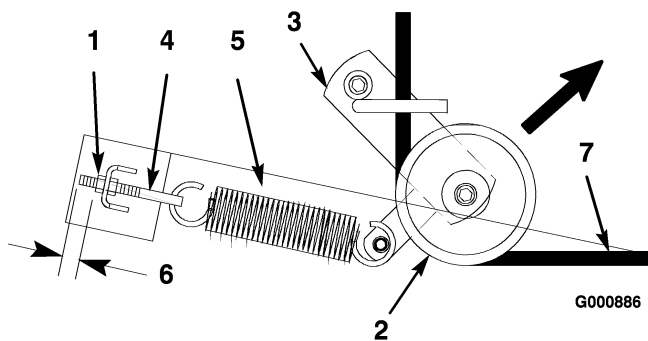
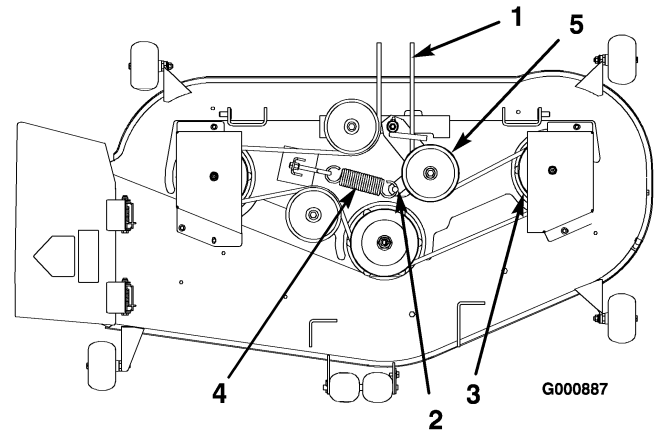

Bild 50
Bild 51
4. Ziehen Sie die Spannscheibe in die in Bild 50 angegebene Richtung und rollen den Riemen von den Scheiben ab.
5. Verlegen Sie den neuen Riemen durch den Spannarm und um die Spannscheibe (Bild 50).
6. Ziehen Sie die Spannscheibe in die in Bild 50 angegebene Richtung und verlegen den Riemen um die anderen Spannscheiben (Bild 51).
Hinweis: Stellen Sie sicher, dass die Länge des freiliegenden Gewinde am Federösenbolzen 3 mm beträgt (Bild 50).